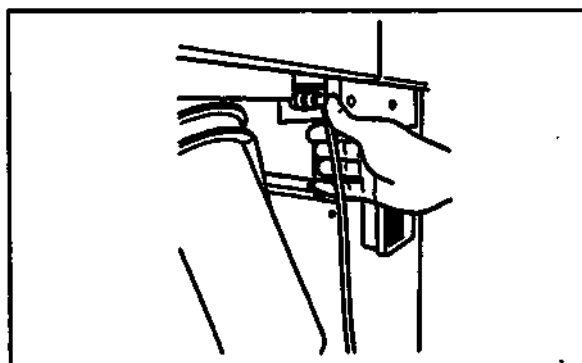

Рис. 6.6
11. Удерживая рукой конец трубки внутри сосуда, присоедините коннектор на конце трубки от фильтра к верхнему коннектору на корпусе водяного фильтра (см. рис. 6.6). (Не присоединяйте трубку к нижнему коннектору корпуса водяного фильтра).